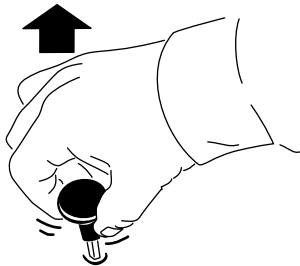

Figura 12
- Tire del interruptor (Figura 12) para engranar la TDF o activar el accesorio (dependiendo de la configuración del accesorio)